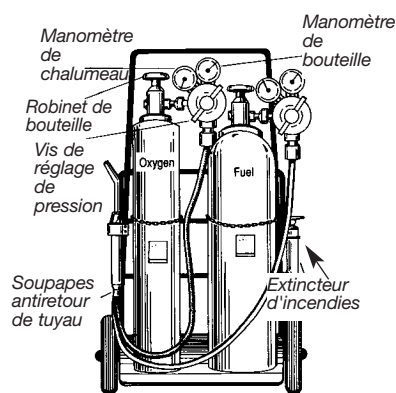

Figure 20.15
- Placez les bouteilles d'oxygène et d'acétylène dans un chariot approprié et muni d'un extincteur d'incendie (figure 20.15). Fixez les bouteilles à la verticale.